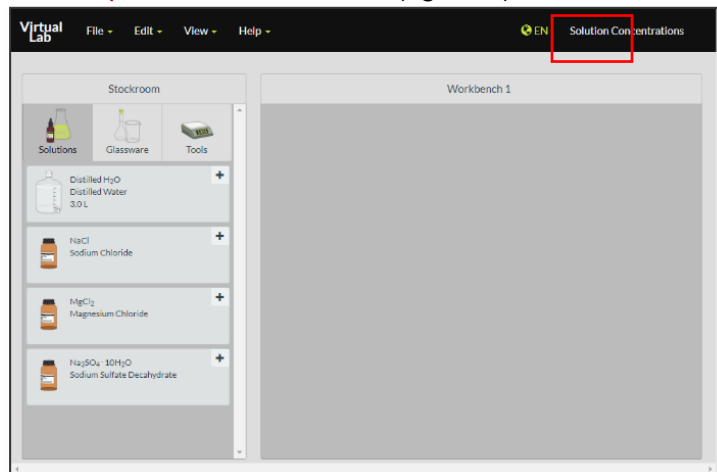

Figura 1. Simulador *Making stock solutions from solids*.
1. Seleccione el idioma **español** en el simulador (figura 1).